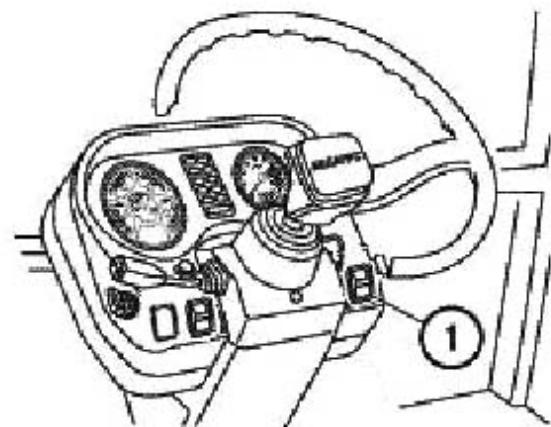

Рис.4.11
Центральный переключатель света (поз 1 на рис.4.11)
Для включения передних фар установите центральный переключатель света (1) в положение III (см. рис.4.11), а рычаг подрулевого переключателя в среднее положение – «ближний свет». «Дальний свет» включается поворотом рычага переключателя от себя до упора.